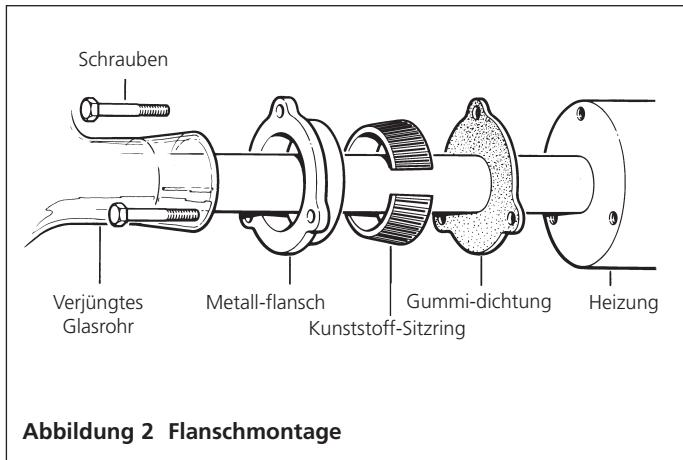

Abbildung 2 Flanschmontage
3.	Nehmen Sie den Boiler W4000/B, das Heizelement und den Dichtungssatz W4000/GK zur Hand. Montieren Sie das Heizerät nach Abbildung 2.